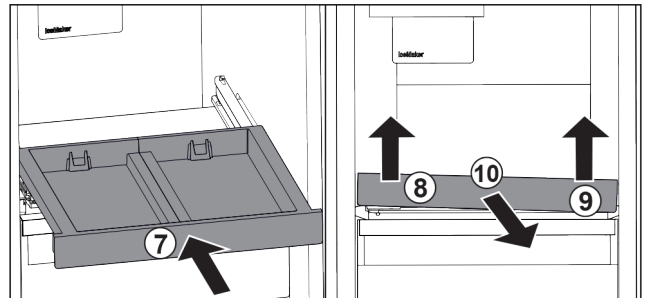

Fig. 43
- Inserire il ripiano estraibile. Fig. 43 (7)
- Sollevare il ripiano estraibile dalla parte anteriore a sinistra. Fig. 43 (8)
- Sollevare il ripiano estraibile dalla parte anteriore a destra. Fig. 43 (9)
- Rimuovere il ripiano estraibile tirandolo in avanti. Fig. 43 (10)